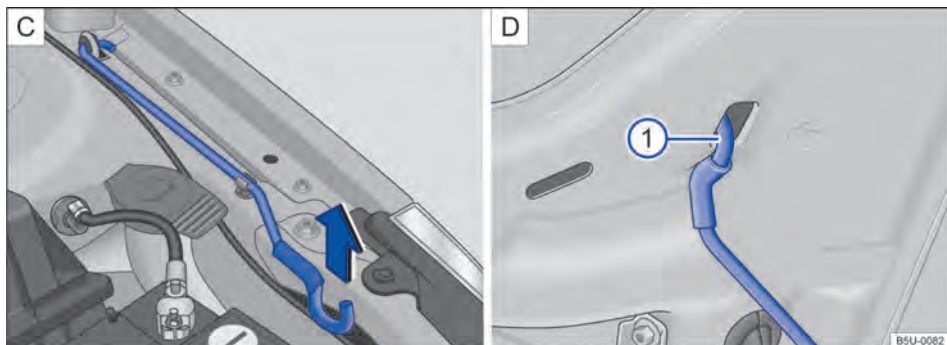

Fig. 152 [C] Haste de sustentação da tampa do compartimento do motor. [D] Tampa do compartimento do motor apoiada na haste de sustentação.
- Retirar a haste de sustentação do suporte no sentido da seta → Fig. 152 [C] e posicioná-la na abertura na tampa do compartimento do motor → Fig. 152 ① [D].
- Retirar a haste de sustentação do furo → Fig. 152 ① [D] e encaixá-la no suporte do fecho → Fig. 152 [C].